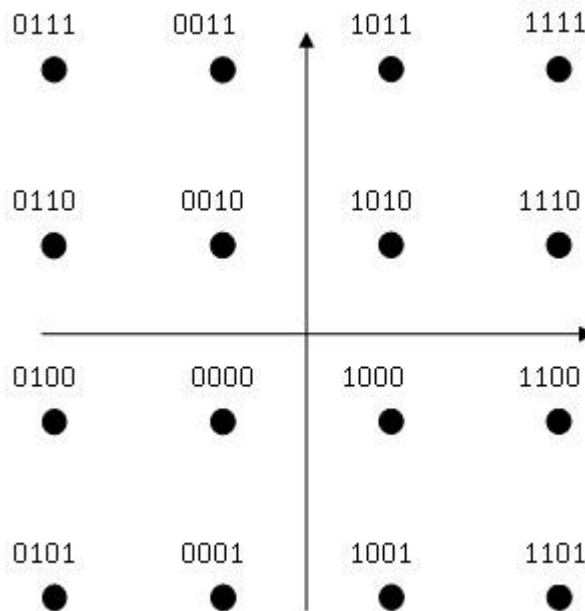

Рис. 42
– КАМ16 (16QAM) - сигнал 16-позиционной квадратурной амплитудной манипуляции с кодировкой созвездия кодом Грея (рис. 42);